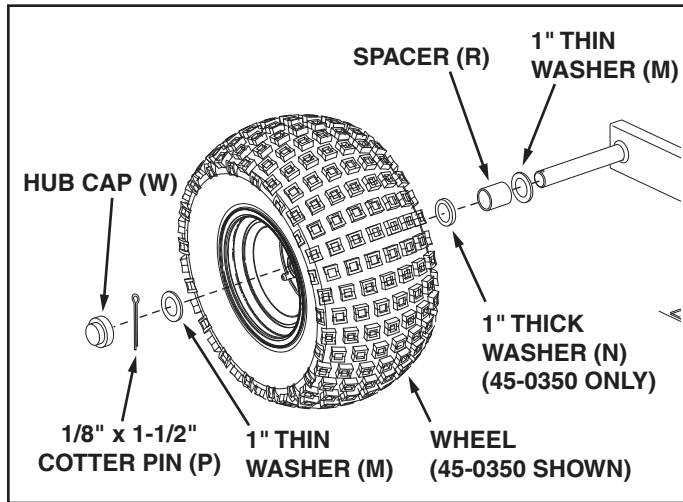

FIGURE 12
22. Assemble a 1" thin washer (M), a spacer (R), a 1" thick washer (N) (model 45-0350 only), a wheel with the valve stem facing out, and another 1" thin washer (M) onto a wheel axle. Insert a cotter pin (P) into the axle and spread the ends. Repeat for the other three wheels. See figure 12.
23. Press a hub cap (W) onto the flat washer (R) on each of the four wheels. See figure 12.
22. Monter une rondelle mince de 1 po (M), une entretoise (R), une rondelle épaisse de 1 po (N) (modèle 45-0350 uniquement), une roue avec la valve vers l'extérieur et une autre rondelle mince de 1 po (M) sur l'axe de roue. Mettre une goupille fendue (P) dans l'axe et en écarter les extrémités. Répéter l'opération pour les trois autres roues. Voir la figure 12.
23. Enfoncer un enjoliveur (W) sur la rondelle plate de chacune des quatre roues.. Voir la figure 12.